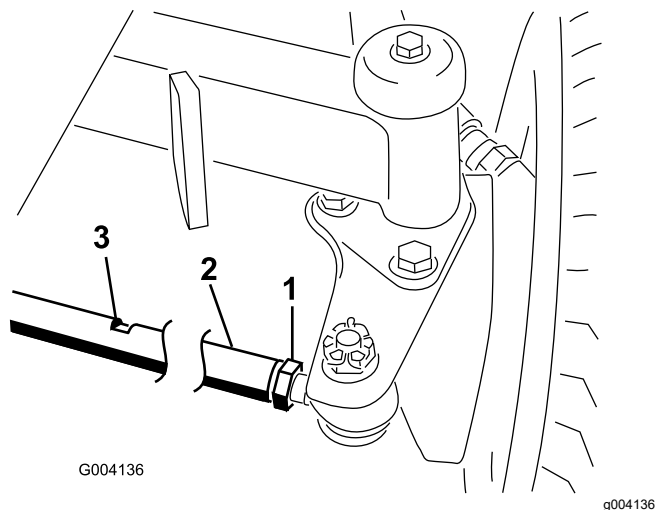

Рисунок 102
1. Ослабьте контргайку с каждой стороны соединительной тяги (Рисунок 102).